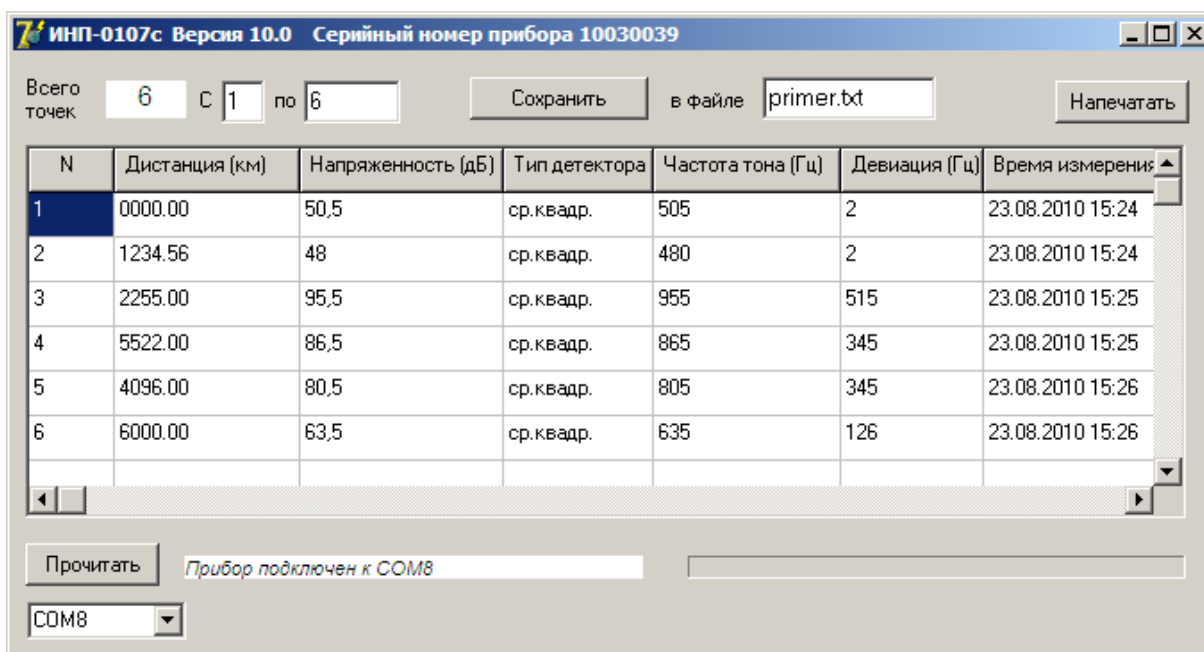

Рис. 9. Пример пользовательского интерфейса программы передачи данных «INP0107ES.exe» с индикатора ИНП 0107ДС
- представление считанных данных в виде таблицы (Рис. 9)